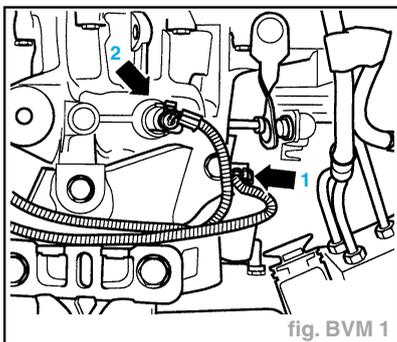

fig. BVM 1
- Débrancher la fiche du transmetteur du tachymètre (1) et le contacteur des phares de recul (2) (fig. BVM 1).